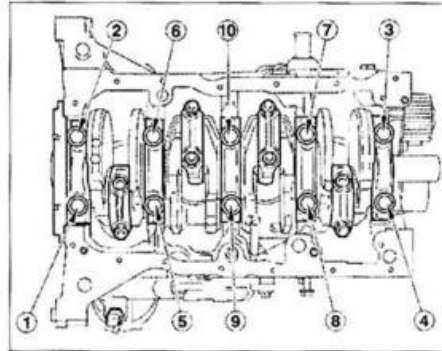

FIG. 35
- las tapas de apoyos de cigüeñal tornillo a tornillo en el orden indicado (Fig.35).